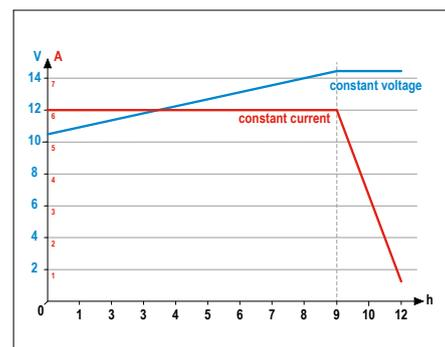

Figure 8. Courbe idéalisée de la charge CC/CV d'une batterie de voiture de 12 V et 60 Ah. Les courbes des accus au lithium sont très similaires.
teurs par ex., car il est facile de rajouter de l'eau distillée. Les batteries au plomb ne devraient pas être déchargées complètement : la tension d'une cellule ne devrait pas descendre en dessous de 1,75 V. Une autodécharge de 2% ou plus par mois a un impact significatif sur le stockage, par ex. pour les batteries de démarrage des tondeuses à gazon qui ne passent pas l'hiver sans une recharge intermédiaire. La méthode typique de charge commence par un courant constant. On commute en tension constante dès qu'une tension de cellule de 2,35 V est atteinte, jusqu'à obtention d'un courant minimal. Sauf indication contraire, le courant de charge maximal est de 0,1 C (10% de la capacité en Ah). La charge est interrompue pour un courant  $\leq 0,01$  C. Pour une batterie de 12 V standard à 60 Ah, cela signifie que le courant maximal de charge est de 6 A ; puis la tension est maintenue constante dès que la tension de la batterie atteint 14,1 V. La charge s'achève dès que le courant est inférieur à 0,6 A. Le chargeur peut rester connecté sans problème, ce qui est utile pour maintenir la charge. La **figure 8** montre une courbe de charge typique d'une telle batterie selon la **stratégie**
**Accus au lithium** : comme pour les batteries au plomb, la méthode de charge CC/CV est généralement utilisée pour les trois sous-types. Il faut se représenter différemment les tensions de la figure 8 ; en outre le maintien de la charge n'est plus nécessaire en raison de la très faible autodécharge (<1% par mois). Selon l'application, les courants de charge peuvent être considérablement plus élevés qu'avec d'autres types d'accus. Comme Tesla nous l'a appris, il est possible avec les cellules LiCoO2 à courant fort d'atteindre 80% de la capacité en 20 min, ce qui correspond à un courant de charge de 2,7 C. En revanche, la dernière phase à tension constante prend plus de temps, et la batterie est complètement chargée après 40 min ou plus. Le chargeur USB de la **figure 10** fournit tranquillement 0,5 A = 0,2 C à un accus 18650 de 2,4 Ah. Attention : des cellules complètement déchargées devraient d'abord être chargées avec un maximum de  $\leq 0,5$  C jusqu'à un certain seuil.